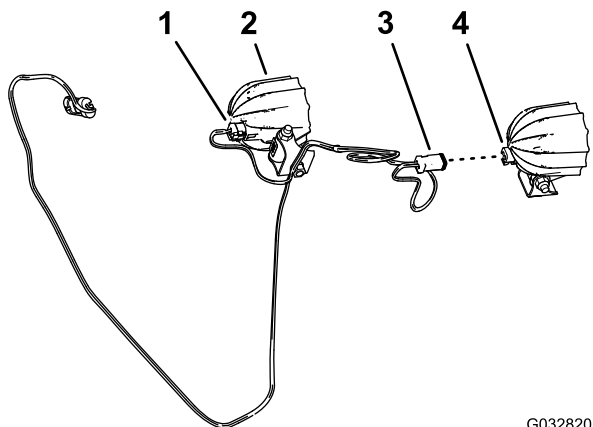

图7
1. 将 LED 灯的 2 个插脚接入 LED 灯线束的 2 槽接头 (图7)。
2. 对线束上的另一个 LED 灯和另一个 2 插槽接头重复步骤 1 (图7)。